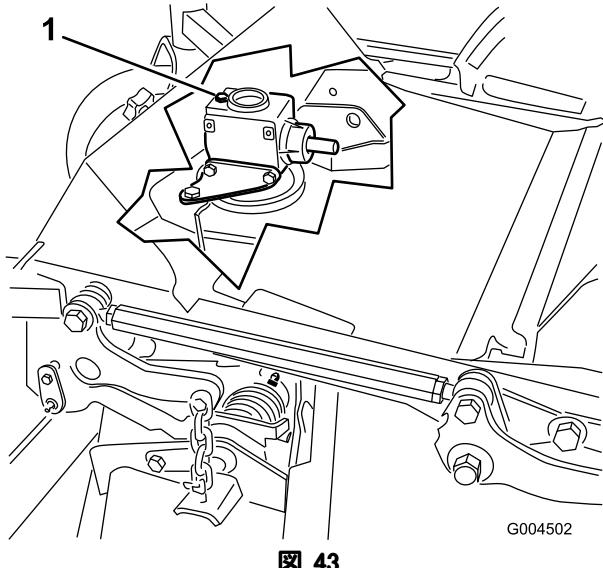

図 43
6. ギア・ボックスの上部についているディップスティック兼給油プラグ(図 43)を取り、オイルの量が、ディップスティックについている2本のマークの間にあることを確認する。